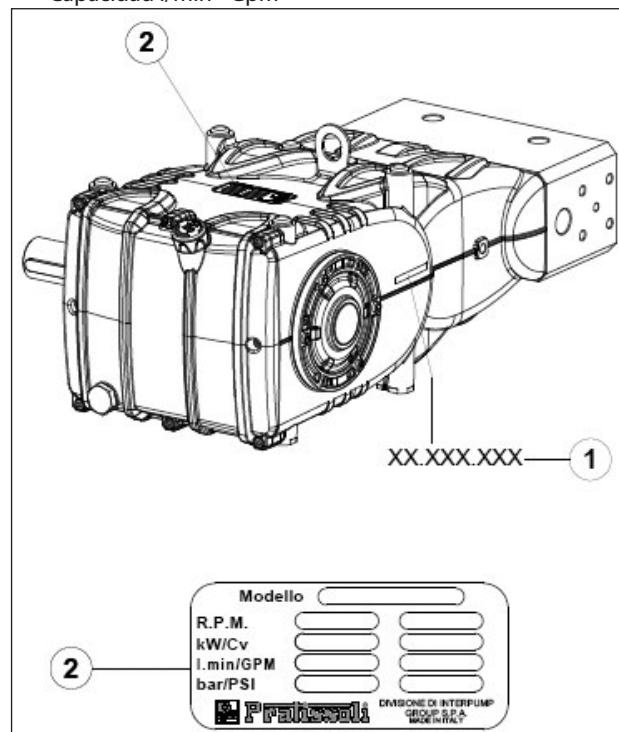

Fig. 1
Todas las bombas Fig. 1 tienen: su propio N.º de serie XX.XXX.XXX. XXX, véase la pos. ①, una placa de identificación, véase la pos. ② en la que se indica: